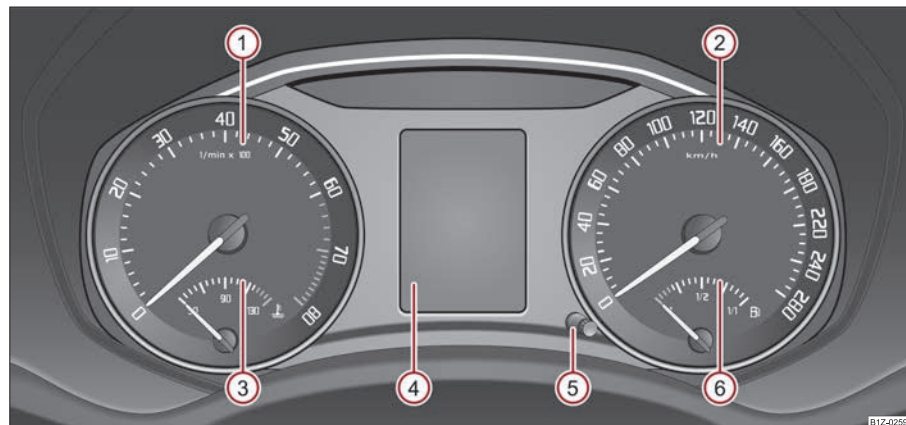

Fig. 18 Cuadro de instrumentos
El sector rojo de la escala del cuentarrevoluciones ① ⇒ página 17, fig. 18 marca el sector, en el que la unidad de control del motor comienza a limitar el régimen del motor. La unidad de control del motor limita el régimen del motor a un valor límite seguro.
El indicador de la temperatura del líquido refrigerante ③ ⇒ página 17, fig. 18 funciona sólo con el encendido conectado.
El indicador del nivel de combustible ⑥ ⇒ página 17, fig. 18 funciona sólo con el encendido conectado. ►
Si Vd. mantiene pulsado el botón de reposición  ⇒ página 17, fig. 18 durante aprox. 1 segundo, el contador parcial se reposicionará a cero.
Los indicadores de intervalos de mantenimiento también se pueden reposicionar mediante el botón (5) ⇒ página 17, fig. 18.
El reloj se pone mediante el botón (5) ⇒ página 17, fig. 18.